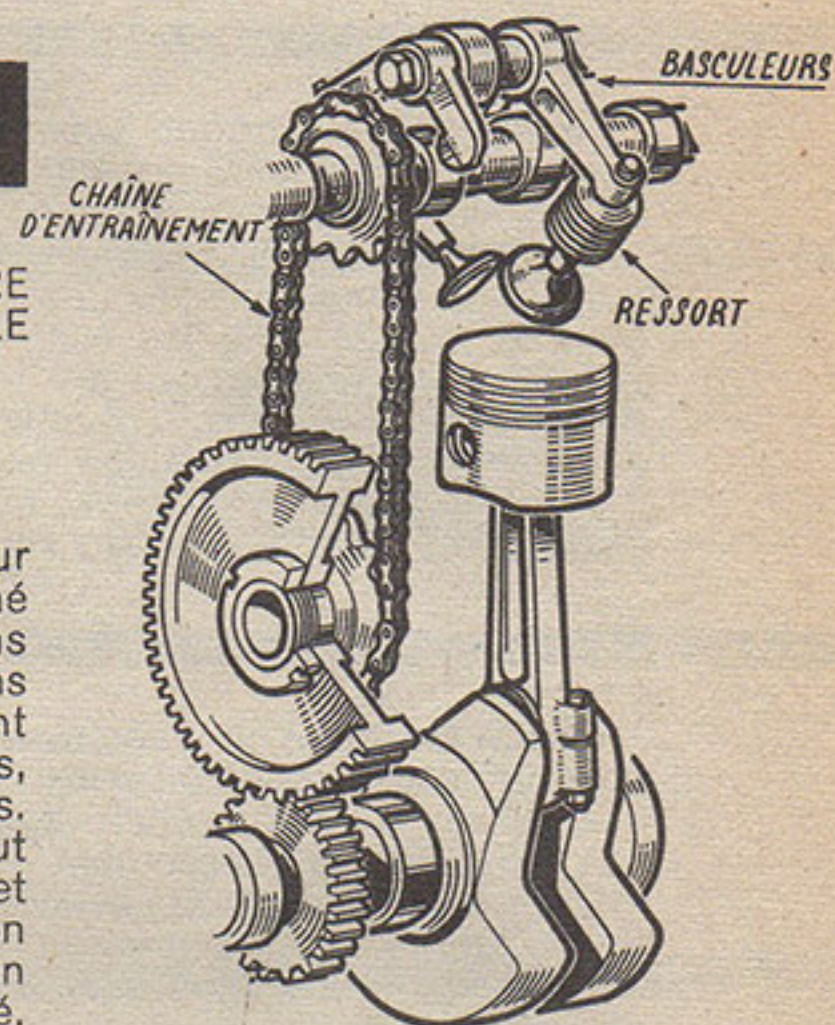

FIGURE 2
b) COMMANDE PAR ARBRE A CAMES EN TÊTE OU SIMPLE A.C.T. (Fig. 2).